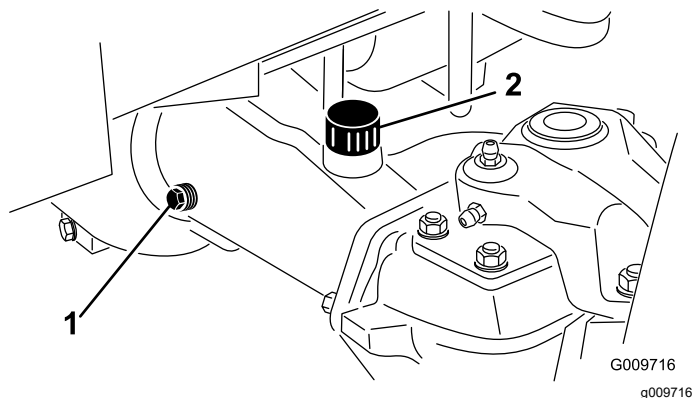

図 68
2. アクスルの一方の端部から点検用プラグ 図 68 を抜き、穴の高さまでオイルがあることを確認する。量が不足している場合は、給油プラグ 図 68 をはずして補給する。